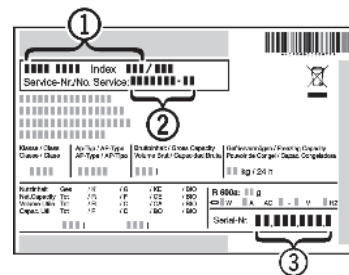

Fig. 6
- ▶ Считать обозначение устройства *Fig. 6 (1)*, сервисный номер *Fig. 6 (2)* и заводской номера *Fig. 6 (3)* с заводской таблички. Заводская табличка находится внутри устройства слева.
- ▶ Сообщите сервисной службе о характере неполадки, а также название *Fig. 6 (1)*, сервисный *Fig. 6 (2)* и заводской номера *Fig. 6 (3)* прибора.